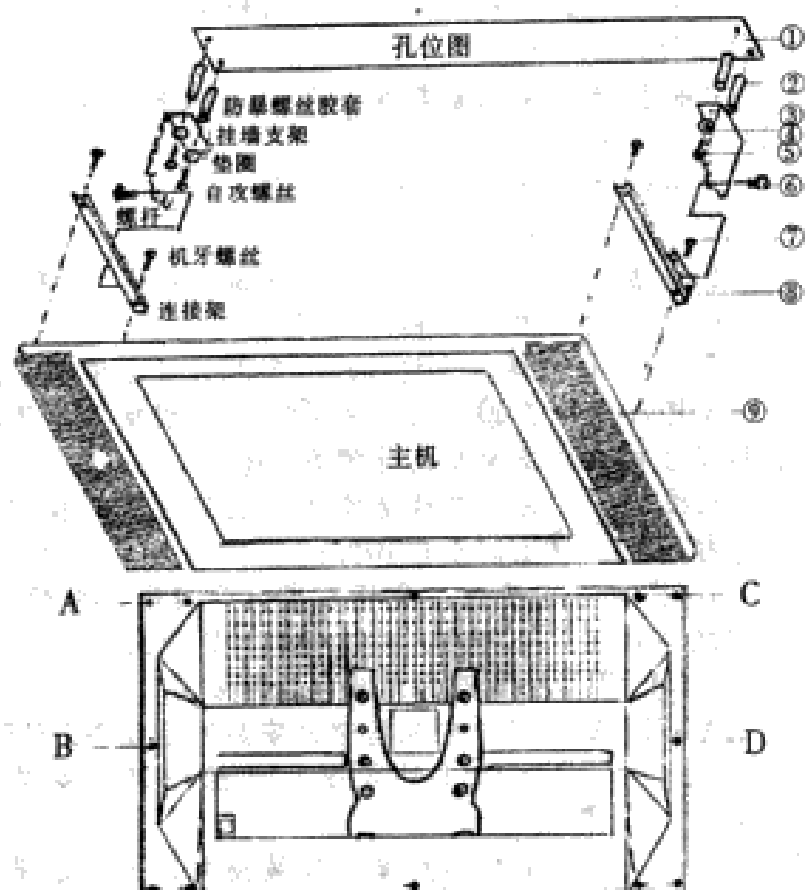

图3
A. 17CATT液晶电视挂架的安装图示如图3所示。
2. 将1:1孔位图①贴在墙壁上做好高度和水平标识的位置上;